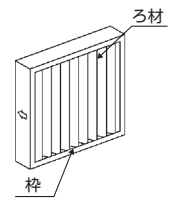

図 2-13 中性能 / 高性能
- ・ ろ材をジグザグに収納した構造で、エアフィルタレール上にセットして使用します。(図 2-13 参照)